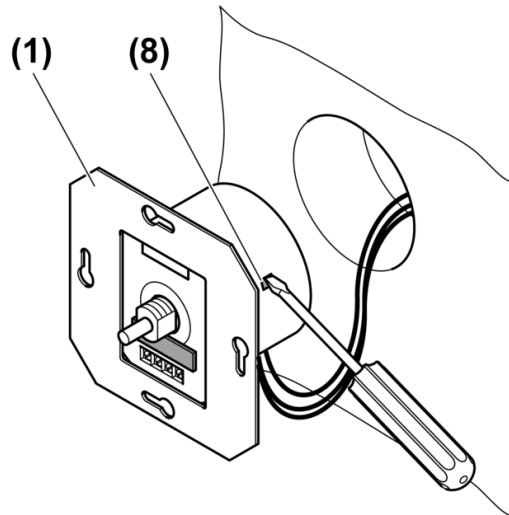

Bild 4: Grundhelligkeit einstellen
- (1) Dimmer
- (8) Einsteller Grundhelligkeit
- Grundhelligkeit durch Drehen des seitlichen Einstellers (8) einstellen (Bild 4).